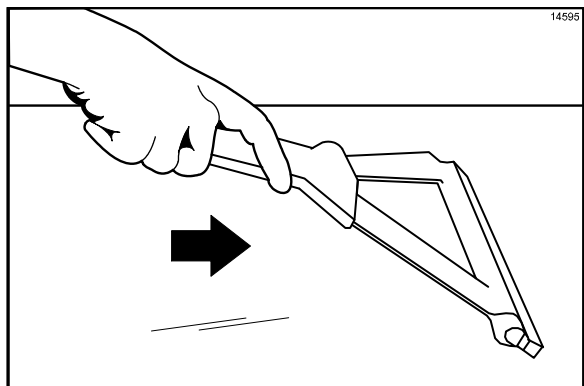

图 34
3. 用煎炉刮板将下煎板后部的油脂扫入油脂罐，在这一步**切勿**使用煎炉刮铲。（请见图 34）